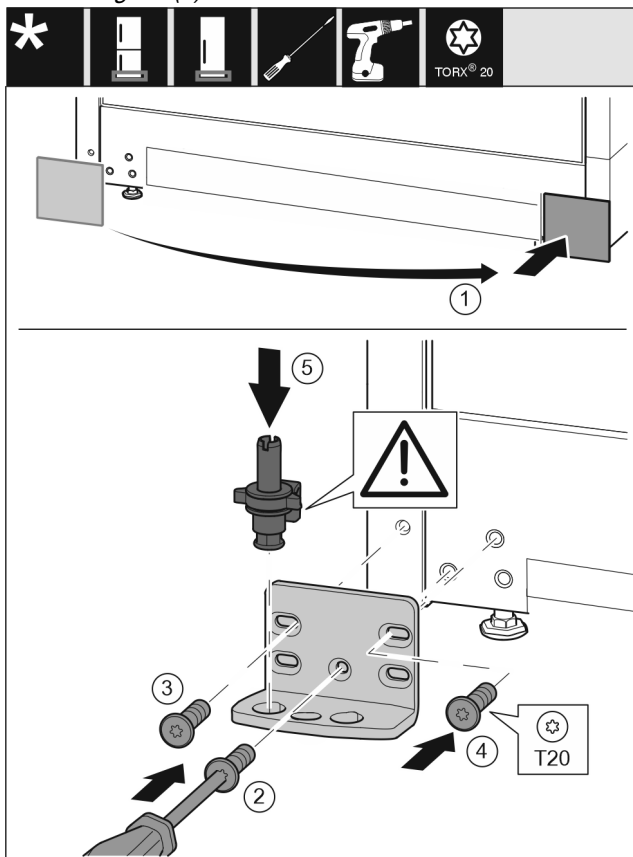

Fig. 16
- ▶ Свалете капака и го поставете от другата страна. Fig. 16 (1)
- ▶ Поставете лагерната стойка от другата страна и я завийте с помощта на отвертка T20. Започнете с винт 2 долу в средата. Fig. 16 (2)
- ▶ Затегнете винт 3 и 4. Fig. 16 (3,4)
- ▶ Вкарайте изцяло лагерния болт. При това обърнете внимание на това, фиксиращата гърбица да сочи назад. Fig. 16 (5)